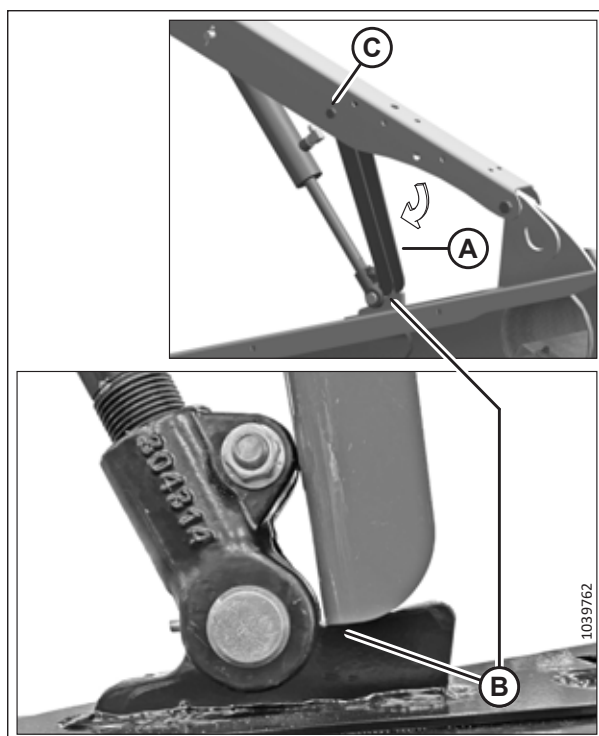

Figure 5.4: Support de sécurité du rabatteur – Bras gauche illustré
3. Déplacez les supports de sécurité du rabatteur (A) en position d'enclenchement, comme indiqué à la figure 5.4, page 86. Le support **DOIT** être placé sur la surface supérieure de la patte surélevée (B), en contact avec le support du vérin, pour assurer un engagement positif.